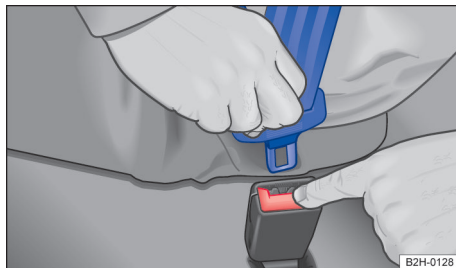

Fig. 27 Soltar a lingueta do cinto de segurança do fecho do cinto de segurança.
- Pressionar o botão vermelho do fecho do cinto de segurança → Fig. 27. A lingueta do cinto de segurança salta para fora.